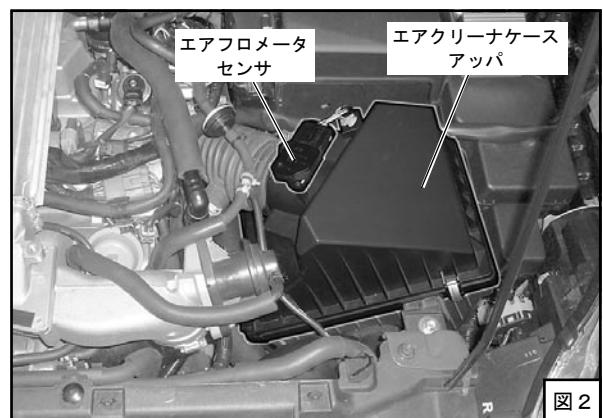

図2
(図2)
(4) ホースバンドを緩め、エアクリーナーケースアッパを取外してください。(図2)